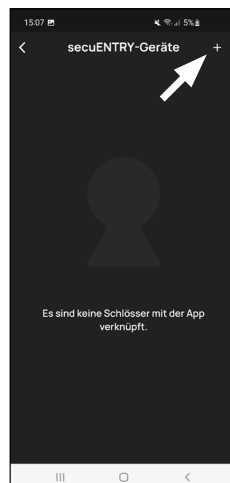

Fig. 2
② L'app mostra un elenco dei cilindri già registrati. Alla prima configurazione, questa finestra è vuota. Per aggiungere un nuovo cilindro, selezionare "+" nell'angolo in alto a destra (Fig. 2).